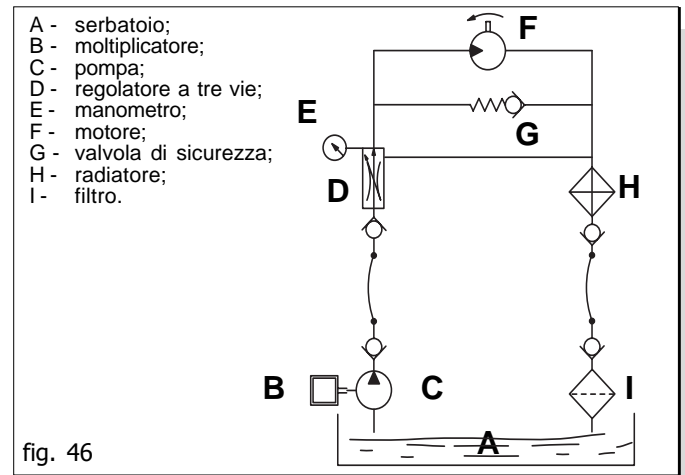

fig. 46
- Alimentazione dell'olio: attenersi ai dati dello schema Fig. 46.